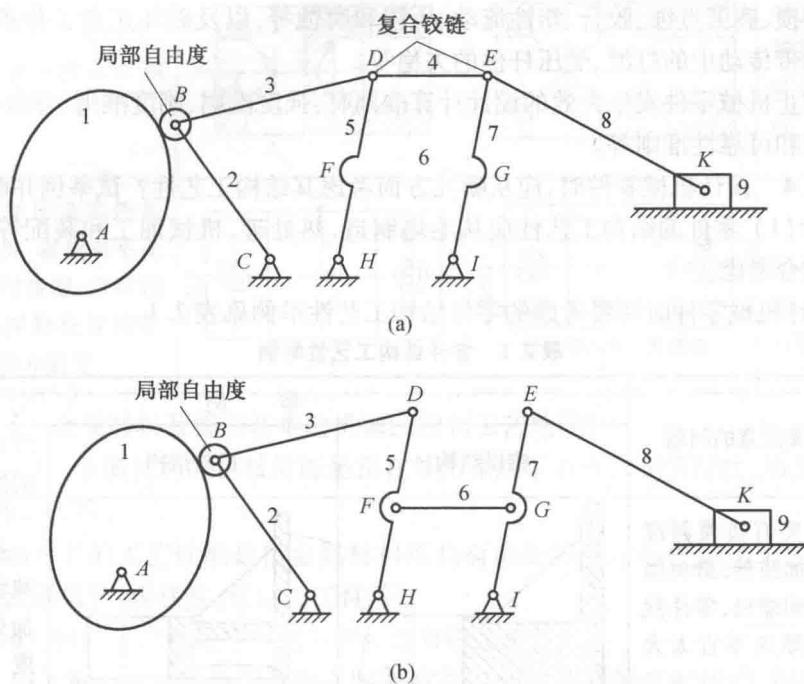

图 2.2
**【解】** 这是一道计算机构自由度的典型例题。由于  $DFHIGE$  的特殊几何关系,构件  $FG$  的存在只是为了改善平行四边形  $DHIE$  的受力状况,对整个机构的运动不起约束作用,故  $FG$  杆及其两端的转动副所引入的约束为虚约束。 $D, E$  两处为复合铰链。滚子绕自身几何中心  $B$  的转动自由度为局部自由度。在计算机构自由度时,去除  $FG$  杆及其带入的约束、去除滚子引入的局部自由度并将其与杆 2 固连,得到图 2.2(a)。另外,本题也可以看成杆  $DE$  及其两端的转动副是虚约束,去除  $DE$  杆及其带入的约束,此时  $D, E$  两处
不是复合铰链,去除滚子引入的局部自由度并将其与杆 2 固连,得到图 2.2(b)。由此可见,在进行机构自由度计算时,判断虚约束是至关重要的,它决定着复合铰链的存在与否。
对于图 2.2(a)和图 2.2(b), $n=8$ , $P_L=11$ , $P_H=1$ ,所以机构的自由度为